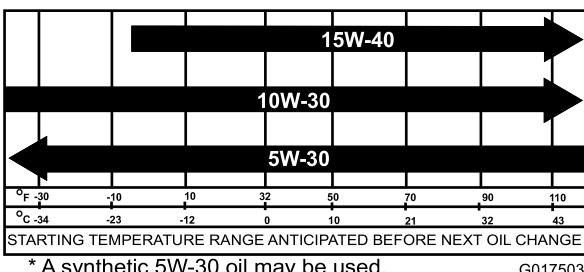

Рисунок 35
5. Залейте в картер масло указанного типа, см. Рисунок 35.